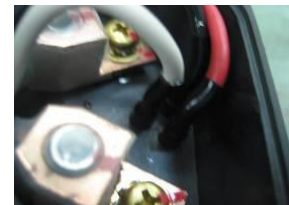

Fig. 19
- ④ 信号ピンとケーブルはんだ部に収縮チューブをかぶせ、ヒートガンで収縮します。(Fig.19 参照)